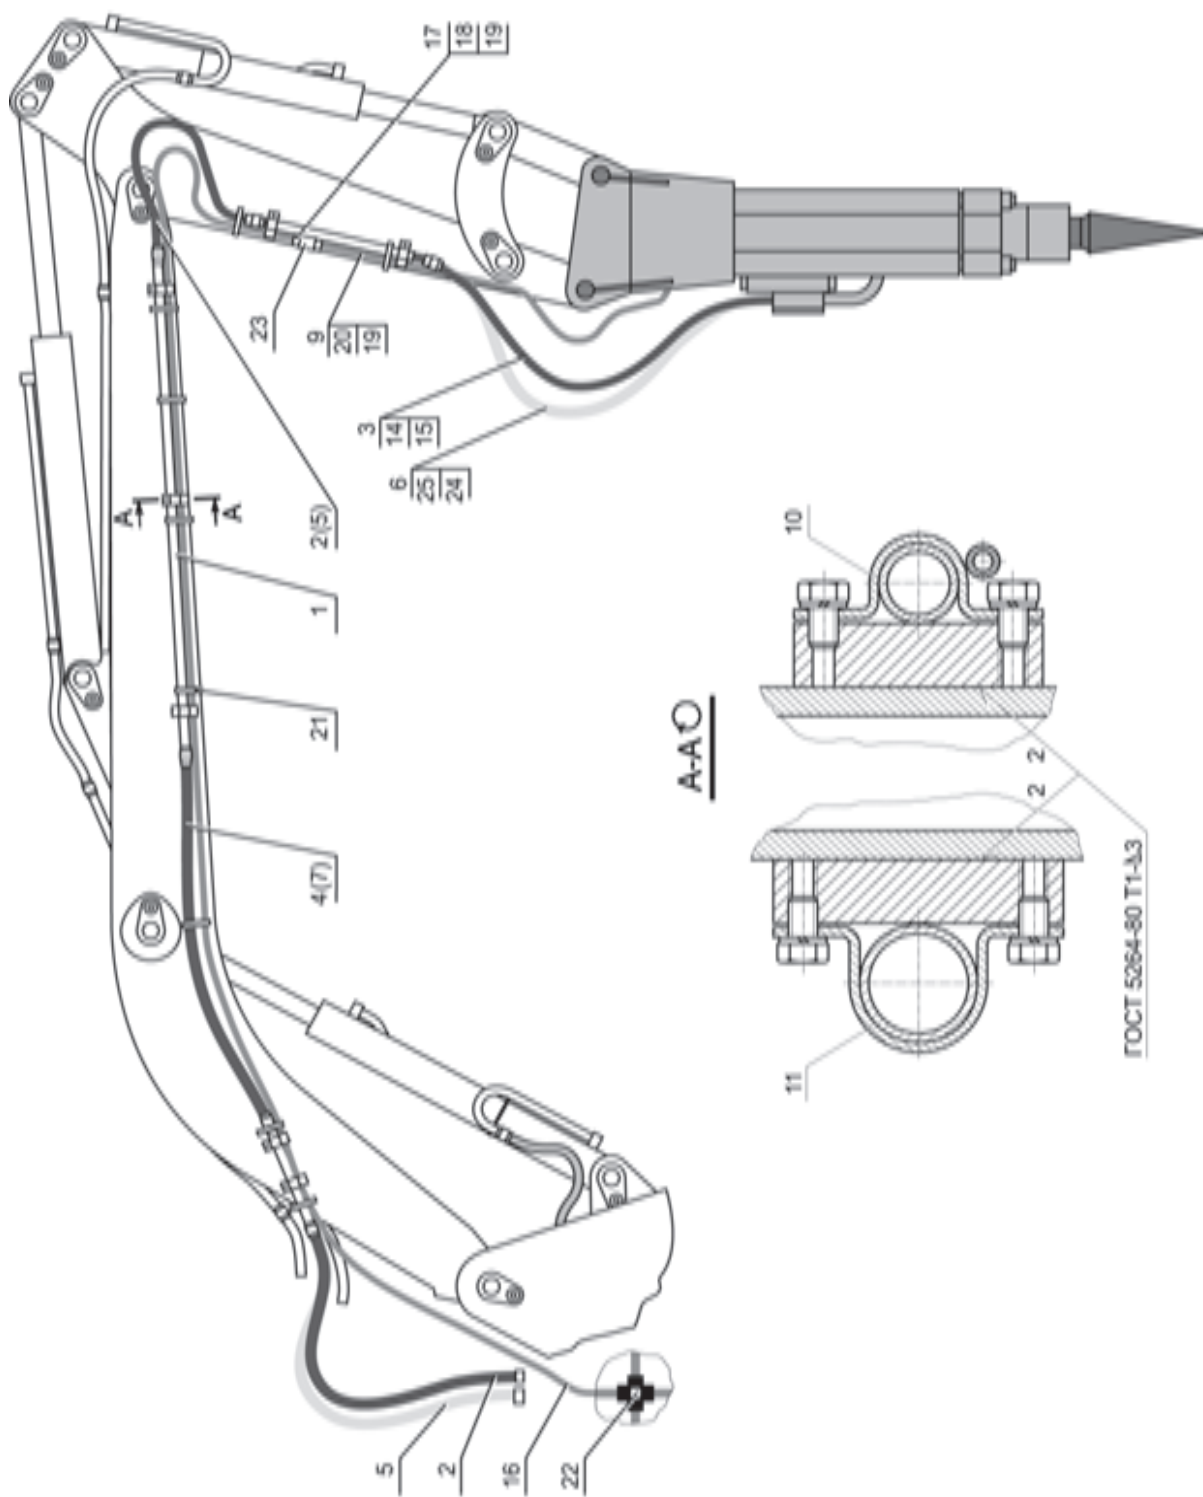

Рис. 2. Монтаж гидроборудования и деталей крепления гидромолота на рабочем оборудовании экскаватора ЭО-3323А
4.1.1. Соедините попарно друг с другом трубопроводы стрелы из комплекта трубопроводов 1 с помощью РВД 4(7) или 2(5) (рис. 2, 3, 4).
4.1.2. Ориентируясь по рис.2,3 и 4, закрепите на них крепежи напорного 10 и сливного 11 трубопровода.
4.2.1. Для монтажа пневмотрубопровода (рис. 2, 3, 4; табл. 2) вдоль напорной магистрали используйте ленточные зажимы 21. Воздушный шланг, используя ниппель 18, гайку накидную 19 и хомут 17, соедините на рукояти с обратным клапаном 23, обратив внимание на правильность установки клапана (шарик в нем должен быть обращен к кабине).
4.2.4. При временном демонтаже гидромолота на обратный клапан 23 (рис. 2, 3, 4, табл. 2) воздушного трубопровода вместо РВД 9 установить заглушку 20 с гайкой накидной 19.